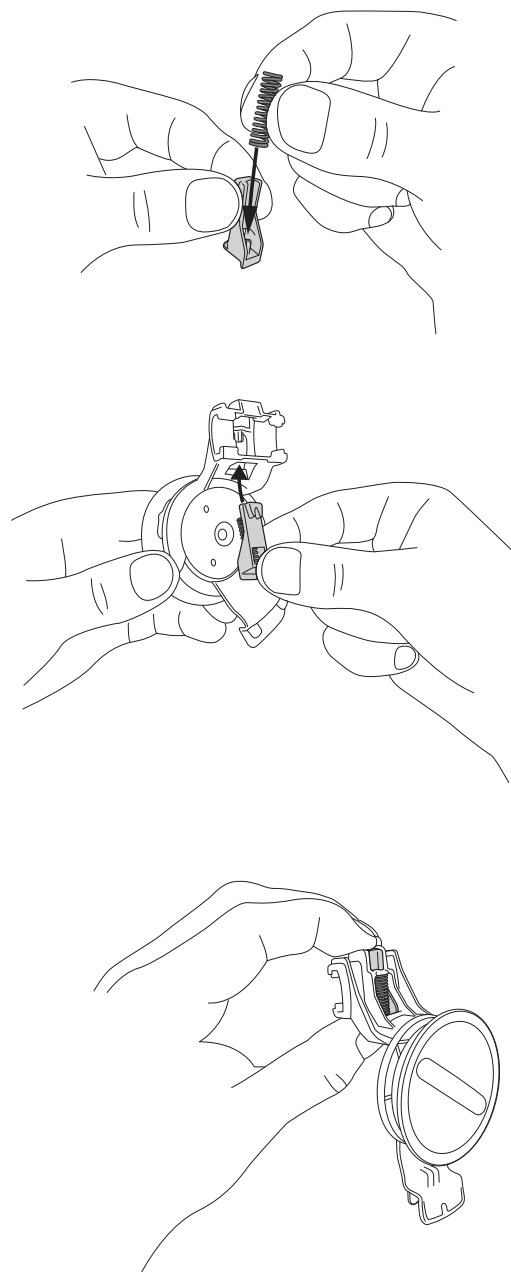

Fig. 25b
- Si se quita el bloqueo de deslizamiento gris, coloca el resorte en el bloqueo y empujalo hacia arriba a través del orificio de retención en la parte inferior del mecanismo de giro. Deberá mantenerse en su lugar mientras colocas el mecanismo de giro en el riel deslizante (Fig. 25b).